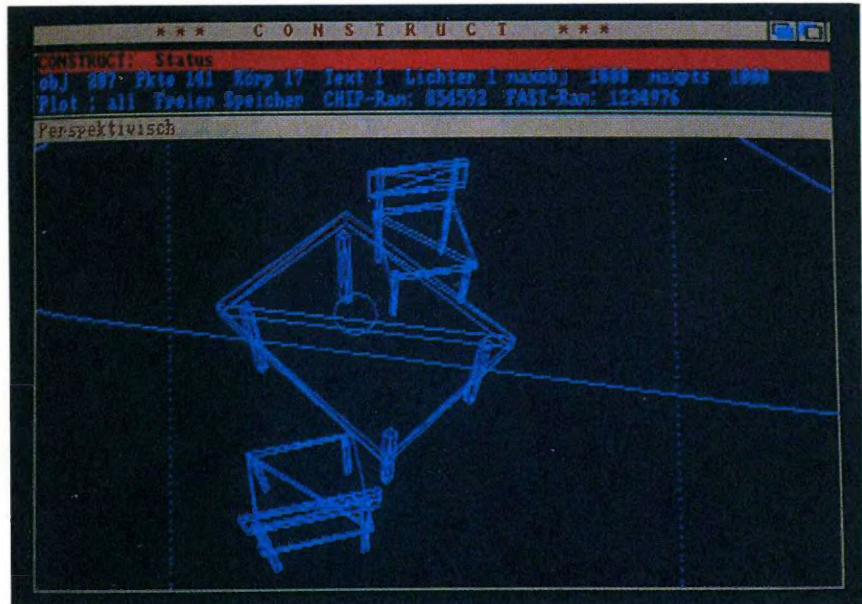

Bild 1. Durch Verdoppeln wurde ein zweiter Stuhl an den Tisch gestellt
▲ Bild 1. Erleben Sie die Faszination der fotorealistischen Bilder. Mit unserem Reflections-Workshop erleichtern wir Ihnen den Einstieg.
3. Jetzt muß der neue Stuhl so gedreht werden, daß er auch richtig am Tisch steht. Dazu wählen Sie »Geomet/Drehen« und klicken »Stuhl2« an. Drehen Sie den Stuhl am besten um den Mittelpunkt. Also nichts wie das entsprechende Gadget angeklickt. Jetzt erscheint eine Linie, die den Drehwinkel des Körpers darstellt. Ein Wert von -180° bringt die nötige Drehung. Betätigen Sie die linke Maustaste, um die Drehung ausführen zu lassen. Wenn Sie jetzt die perspektivische Darstellung einschalten, müßte Ihr Monitor eine ähnliche Abbildung zeigen wie Bild 1. Das waren die Grundoperationen,